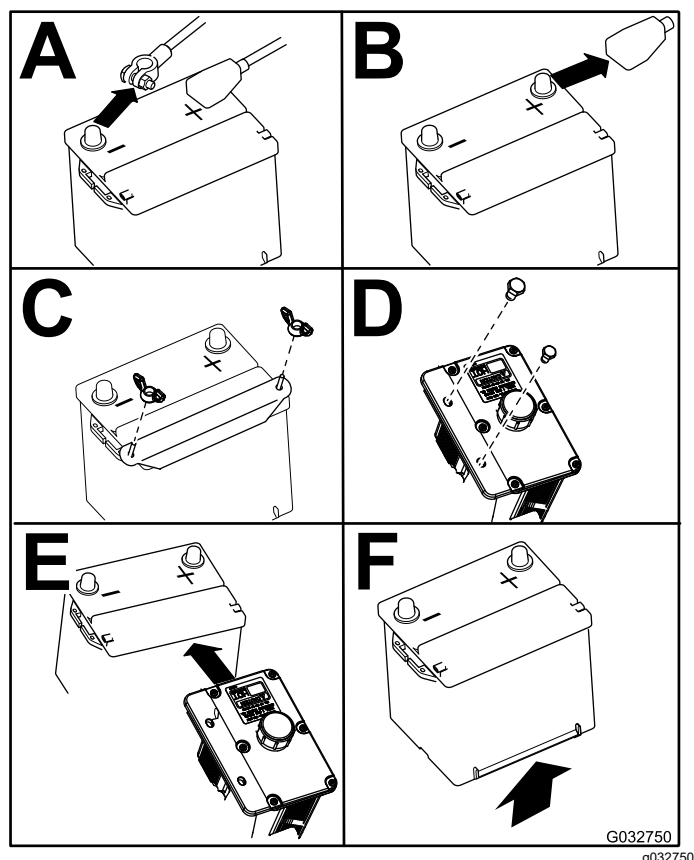

Figura 47
4. Retire la batería, según se muestra en Figura 47.